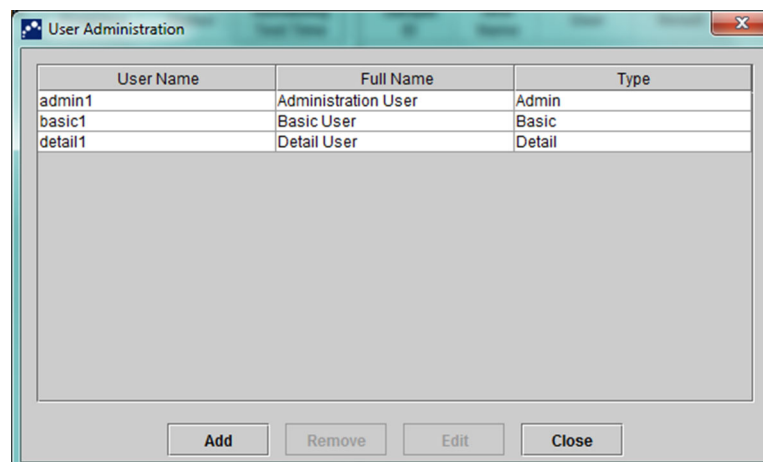

Figura 2-74. Caseta de dialog Administrare utilizator
1. În fereastra sistemului GeneXpert Dx (consultați Figura 2-56), în meniul **Configurare (Setup)**, faceți clic pe **Administrare utilizator (User Administration)**. Apare caseta de dialog Administrare utilizator (User Administration). Consultați Figura 2-74.